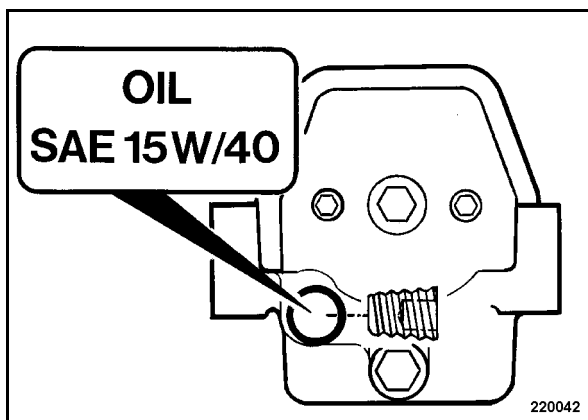

рис. 56
- Вывинтить винт (рис. 56) и залить моторное масло.
- Снова ввинтить винт (рис. 56).